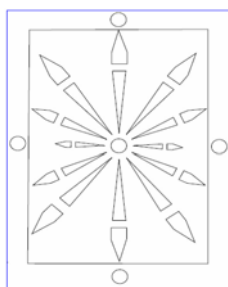

图1
3. 2 3秒后自动进入睡眠模式。如：（图1）所有LED关闭。